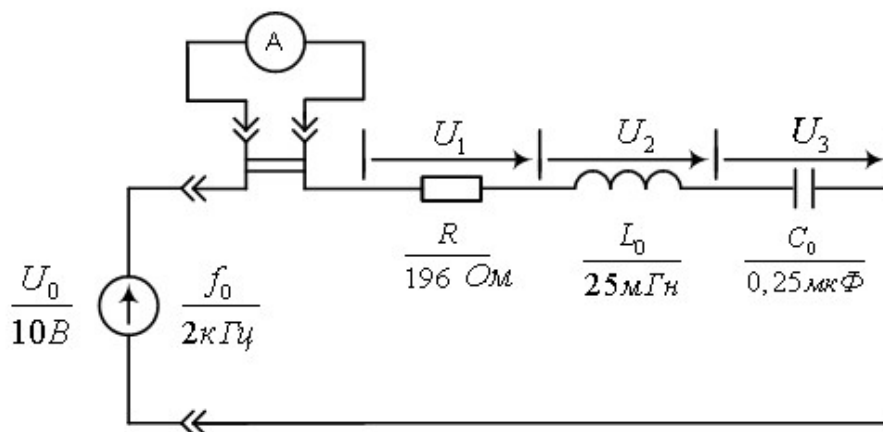

Рис. 2.5.1. Схема дослідження синусоїдального струму
2. Накреслити схему дослідження (рис. 2.5.1) та вказати на ній параметри елементів й джерела напруги.
1. Зібрати схему дослідження (рис. 2.5.1), встановивши параметри синусоїдного джерела живлення  $U_0$  та  $f_0$  при нульовій початковій фазі та параметри пасивних елементів кола  $R$ ,  $L_0$ ,  $C_0$ .
8. Розрахувати добротність резонансного контуру за схемою рис. 2.5.1, якщо  $U_2 = U_3 = 15 \text{ В}$ ;  $U_0 = 10 \text{ В}$ .
9. Знайти фазовий зсув між вхідним струмом та напругою для схеми на рис. 2.5.1, якщо  $U_1 = 1 \text{ В}$ ;  $U_2 = 2 \text{ В}$ ;  $U_3 = 3 \text{ В}$ .
10. Знайти резонансну частоту та добротність контуру в схемі на рис. 2.5.1.